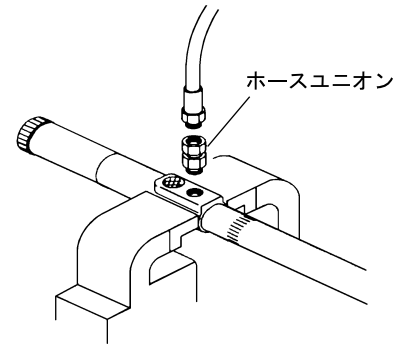

Fig.1
- 2) ポンプをバイスに固定して吐出口にあらかじめ用意した材料ホースを接続してください。このとき、ポンプ・ホースの間にホースユニオンを購入して取付けることをお勧めします。(Fig.1)